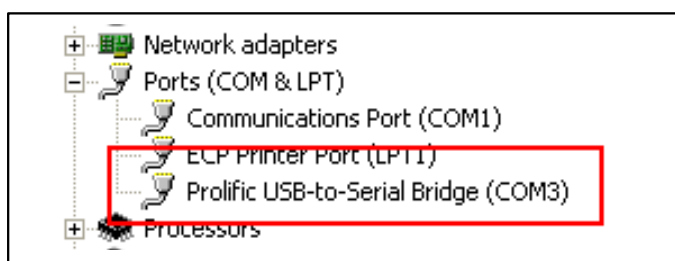

Figura 2-53
1. Fare clic sul tasto **GeoVision DDNS** nella pagina Network Configuration (Configurazione della rete) (Figura 2-53). Oppure, aprire un browser Internet e scrivere l'indirizzo <http://ns.dipmap.com/register.aspx>. Appare questa pagina.